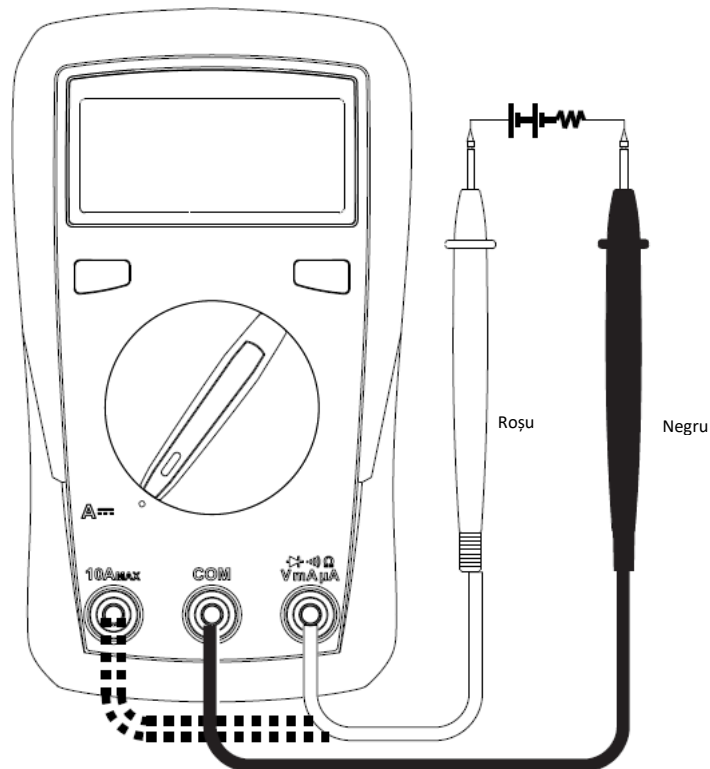

Figura 3
### 6. Măsurarea c.c. (consultați figura 3)
**7. Măsurarea c.a. (doar pentru UT131A, consultați Figura 3)**
Consultați secțiunea 6 „Măsurarea c.c. (Consultați figura 3)”